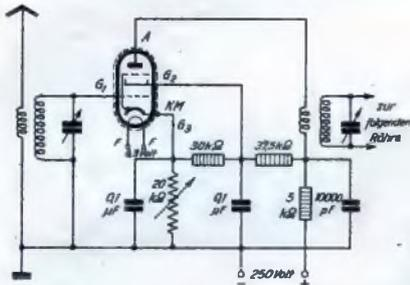
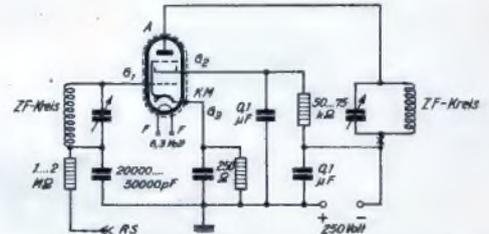

Bild 1. Schaltung der Regelröhre EF 11 für Handregelung in einem Geradeempfänger.
Bild 2. Schaltung für selbsttätige Regelung unter Anwendung der gleitenden Schirmgitterspannung.
Für Geradeempfänger — insbesondere Zweikreifer — ohne Schwundausgleich kommt eine Schaltung der Röhre nach Bild 1 in Betracht. Der Eingangskreis liegt am Gitter G_1 , während der zweite Kreis induktiv an eine Spule im Anodenkreis (A) angekoppelt wird, wobei das Übersetzungsverhältnis meist mit 1 : 1 gewählt wird. Zur Regelung der Lautstärke wird die durch den regelbaren Kathodenwiderstand von 20 k Ω gelieferte negative Gittervorspannung (positive Kathodenspannung) geändert. Der Kathodenwiderstand ist für Hochfrequenz durch einen induktionsfreien Kondensator zu überbrücken. Bei Kurzwellen müßte man gegebenenfalls noch einen gelegten Glimmerkondensator geringerer Kapazität parallel schalten (5000 bis 10000 pF), jedoch empfiehlt sich die Anwendung einer solchen Regelung für Kurzwellenempfänger weniger, da durch die Regelung auch die Dämpfung des zweiten Kreises geändert wird und Änderungen in der dynamischen Eingangskapazität der Röhre (infolge des Miller-Effektes) sich ebenfalls auf die Abstimmung der nachfolgenden Röhre auswirken können, so daß durch die Regelung auch eine unerwünschte Verstimmung herbeigeführt wird, wenn als zweite
Einfacher ist die Schaltung der Röhre mit gleitender Schirmgitterspannung, wie sie beispielsweise im Zwischenfrequenzverstärker angewandt wird (Bild 2). Über einen durch einen Kondensator überbrückten Kathodenwiderstand erhält sie eine Mindestgittervorspannung von etwa -2 Volt; für die Regelung wird ihr eine von der Regelspannungs-Zweipolröhre erzeugte Spannung zugeführt. Wählt man den Schirmgittervorwiderstand 50 k Ω groß, so braucht man einen Regelspannungsintervall zwischen -2 und -36 Volt; die Schirmgitterspannung läuft dann von 100 bis 200 Volt hoch. Mit einem 75-k Ω -Vorwiderstand am Schirmgitter dagegen ist der Regelspannungsbedarf etwas größer (-2 bis -45 Volt) und die Schirmgitterspannung läuft bis nahezu 250 V hoch. Die Anwendung einer Rückkopplungssperre, wie sie in Bild 1 gezeigt ist, kann bei hochverstärkenden Zwischenfrequenzverstärkern natürlich auch hier nötig werden; für gewöhnlich bezieht man dann den Abzweigpunkt für die Schirmgitterspannung nicht mit ein, schaltet die Sperre also an der durch \times bezeichneten Stelle ein.
Bild 2 u. 3. Echte Kettenbildung.
Solche „echten“ Ketten finden sich aber auch nicht selten in der Rundfunktechnik und in ihrer Meßtechnik, wie die Bilder 2 und 3 an Hand einfacher Beispiele zeigen. In Bild 2 ist die Reihenschaltung von vier Heizfäden dargestellt, wie sie in jedem Allstromempfänger vorkommt. Streut jede der Spannungen V_1 bis V_4 um je $\pm 10\%$, so kann die gesamte Heizspannung V_h ebenfalls höchstens um $\pm 10\%$ streuen; die Wahrscheinlichkeit aber spricht dafür, daß ihre Toleranz wesentlich geringer ausfällt.